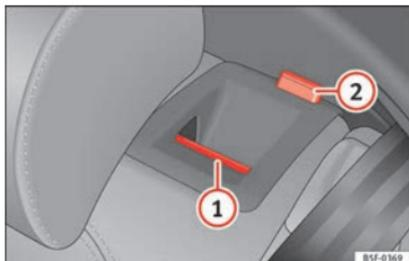

Abb. 151 Rückenlehne Rücksitz: Entriegelungstaster (1); rote Markierung (2).
- Entriegelungstaster » Abb. 151 (1) nach vorn ziehen und gleichzeitig die Rückenlehne umklappen.
- Die Rückenlehne ist entriegelt, wenn eine rote Markierung an der Taste (2) zu sehen ist.
Die Rückenlehne ist entriegelt, wenn die rote Markierung des Tasters sichtbar ist » Abb. 151 (2).